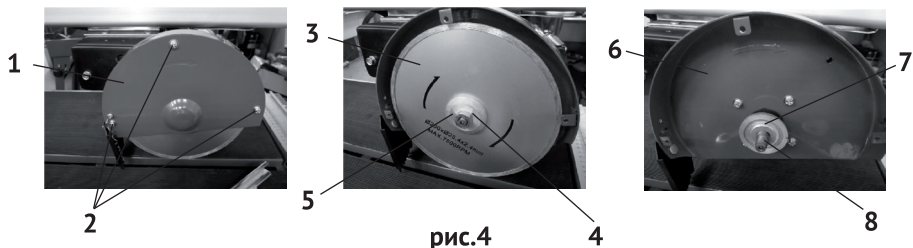

рис.4
### 3.3 Замена (установка) отрезного круга (см. рис.4):
- снять крышку кожуха (рис.4 поз.1), открутив три винта (рис.4 поз.2);
- удерживая одним ключом вал якоря (рис.4 поз.8) вторым ключом открутить зажимную гайку (рис.4 поз.4);
- снять прижимной фланец (рис.4 поз.5) с вала якоря двигателя (рис.4 поз.8) затем снять отрезной круг (рис.4 поз.3) с опорного фланца (рис.4 поз.7);
- очистить (при замене) опорный и прижимной фланцы, вал якоря и защитный кожух (рис.4 поз.6);